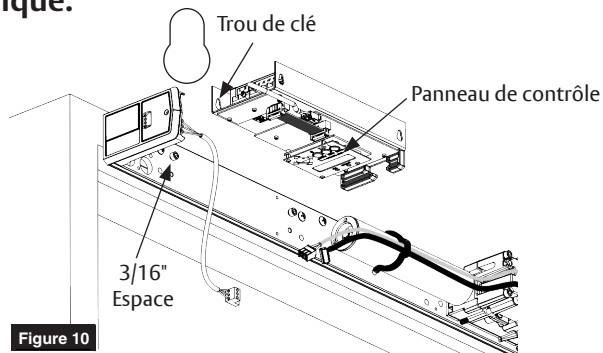

Figure 10
1. Insérez deux (2) vis. Laissez un espace de 3/16" entre la tête de la vis et la plaque arrière. (Figure 10)
2. Glisser les trous de clé d'alimentation électrique sur les vis afin que les fentes étroites des trous de clé reposent sur les vis. (Figure 10)
REMARQUE : Pour une installation correcte, les fentes étroites des trous de clé sont toujours en haut et le panneau de contrôle est toujours en bas. (Figure 10)